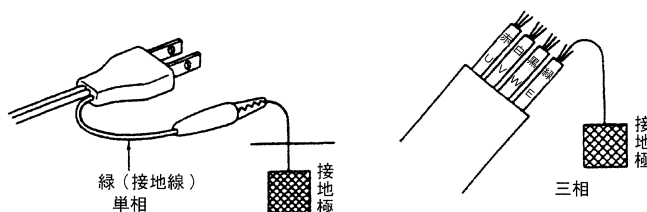

図 4
- (a) 単相の場合は図 4 のワニ口クリップを利用して接地してください。
- (b) 三相の場合は図 4 に示すように四芯のうち緑色の線(ラベル E)を接地してください。また緑色の線を絶対に電源につながないでください。